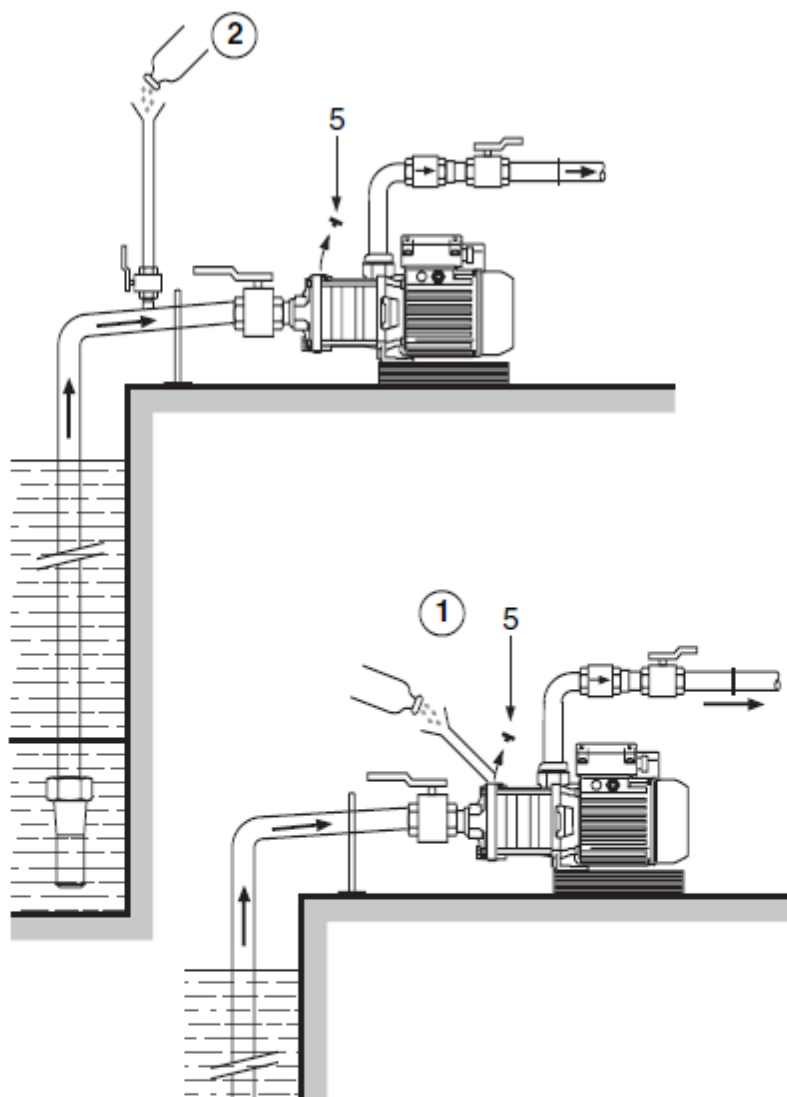

Рис. 4
Для упрощения процесса заливки можно установить на всасывающем трубопроводе вертикальную трубу (рис. 4, поз. 12) с запорным краном и воронкой.
- Откройте запорный кран (рис. 4, поз. 12) и открутите впускной штуцер (рис.4, поз. 5)
- Закройте запорный кран (рис. 4, поз. 12), который можно оставить на месте. Снимите вертикальную трубу и закрутите обратно впускной штуцер (рис. 1, поз. 5)